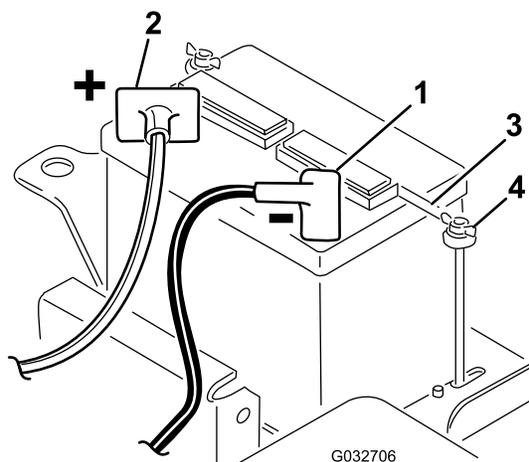

Рисунок 5
- Подключите положительный кабель (красный), идущий от реле стартера, к положительному штырю аккумуляторной батареи (Рисунок 5). Закрепите его каретным болтом с гайкой.
5. Установите зажим аккумуляторной батареи и шайбы, закрепите их барашковыми гайками (Рисунок 5).